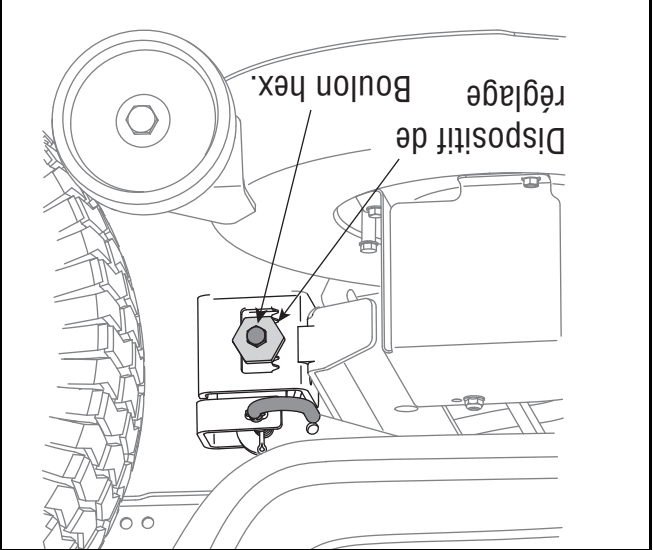

Figure 14
3. Desserrez, **sans** la retirer, la vis à chapeau à six pans sur le crochet de support gauche du plateau de coupe. Voir la Figure 14.
4. Équilibrez le plateau de coupe en utilisant une clé pour tourner le dispositif de réglage (trouvée immédiatement derrière la vis desserrer montre / haut ou en sens inverse des aiguilles d'une montre / bas. Voir la Figure 14.
4. De l'avant du tracteur, desserrez le contre-écrou à six pans qui se trouve sur chaque extrémité de la tige de suspension du plateau de coupe. Voir la Figure 14.